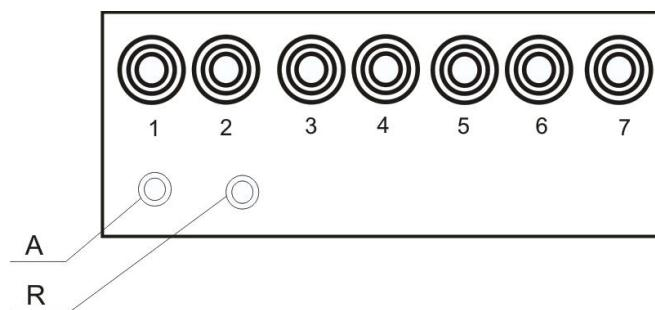

Рисунок 10 – Схема расположения контактов и индикаторов счетчиков
- соединить клеммы «1», «3», «5» счетчика (см. рисунок 10) с фазными проводами ВЛ, **строго соблюдая фазировку**, при помощи заранее подготовленных проводов СИП 2а и зажимов;